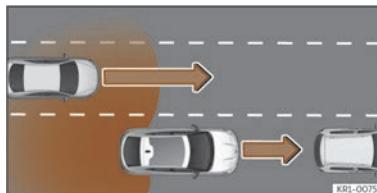

Abb. 124 Überholen mit Verkehr im hinteren Bereich.
- Bei einer Überholung durch ein anderes Fahrzeug >>> (Abb. 124).